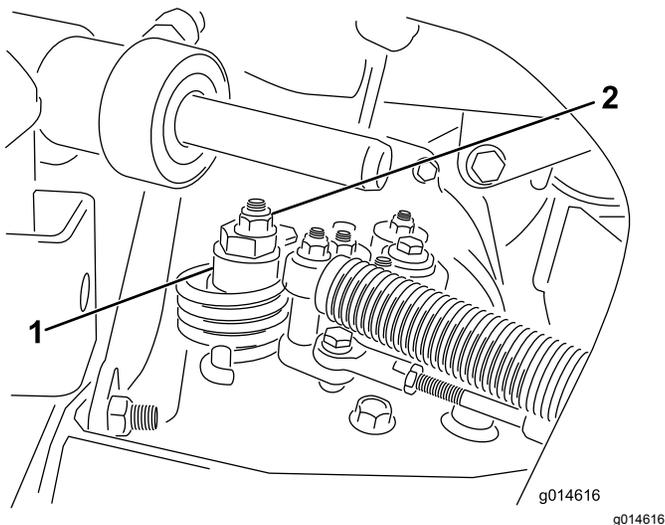

Рисунок 32
- A. Ослабьте гайку крепления эксцентрика к верхней части гидростата (**Рисунок 32**).
- C. Поворачивайте эксцентрик до тех пор, пока не прекратится медленное вращение колеса в любом направлении. Когда колесо перестанет вращаться, затяните гайку, которая фиксирует эксцентрик и регулировку (**Рисунок 32**). Проверьте регулировку при положениях дроссельной заслонки МЕДЛЕННО и БЫСТРО.